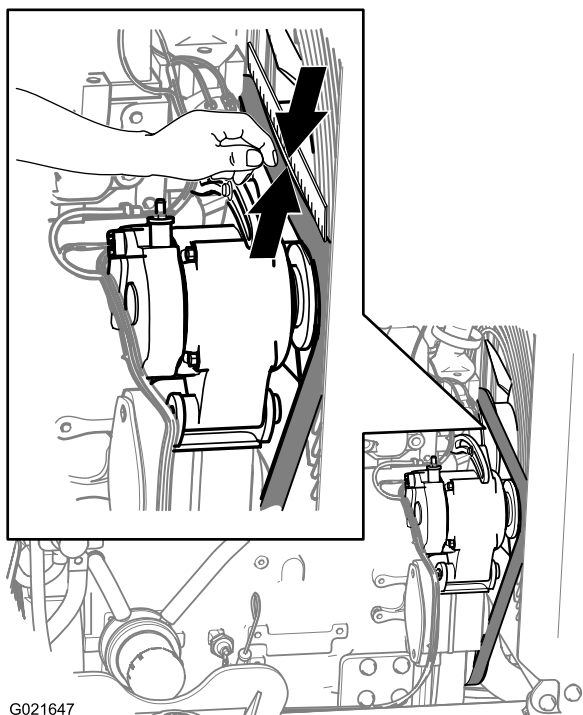

Рисунок 86
- Установите проверочную линейку на приводной ремень и шкивы, как показано на Рисунок 86.
3. Нажмите на ремень вниз в точке, расположенной посередине между шкивом вентилятора и шкивом генератора, как показано на Рисунок 86.